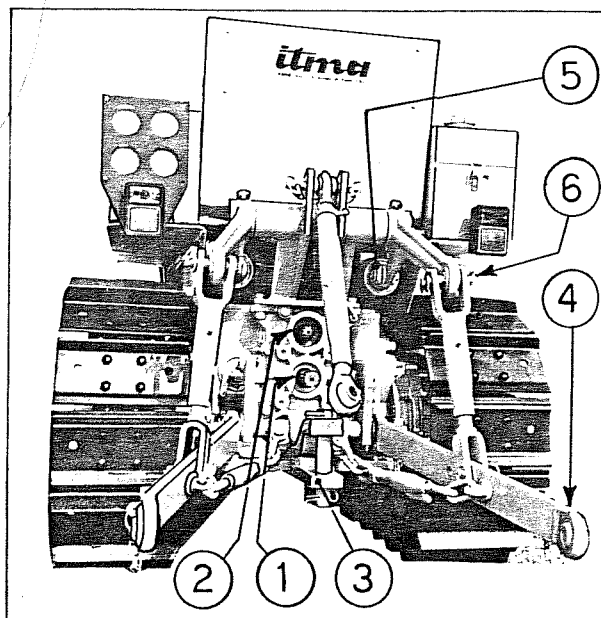

fig. 5
La presa di forza normale (1 fig.5) ruota in senso orario a: 632 giri/1', con motore a regime di potenza max.
La presa di forza veloce (2 fig.5) ruota in senso antiorario alla stessa velocità del motore e serve per applicazioni speciali richiedenti una elevata velocità.
Per il traino degli attrezzi é prevista una barra di traino a forcella (3 fig.5) imperniata anteriormente sotto il corpo trattoriceo sostenuta posteriormente da una traversa . La barra di traino é libera di ruotare sulla traversa in senso orizzontale ,per adattarsi alle condizioni d'attacco degli attrezzi. Può essere fissata nella posizione voluta , mediante apposita spina in dotazione.
-due martinetti per il sollevamento dei bracci (5 fig.5), del tipo a semplice effetto.
-un dispositivo per l'attacco degli attrezzi (4 fig.5) del tipo A tre punti (a richiesta) .
Lo sforzo massimo sollevabile all'estremità dei bracci del sollevatore (6fig.5) in senso verticale é di Kg. 2100
Lo sforzo massimo sollevabile all'estremità dei bracci dell'attacco a tre punti (4 fig. 5) in senso verticale é di Kg. 1120